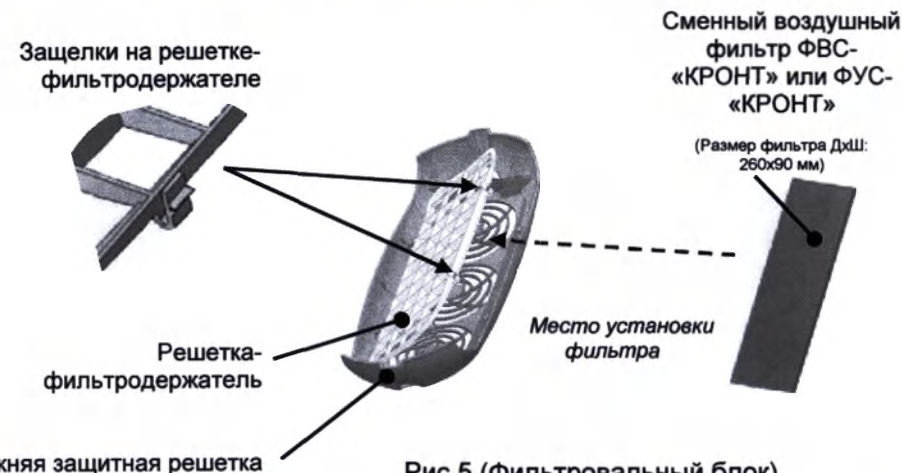

Рис.5 (Фильтровальный блок)
- Снять решетку - фильтродержатель, одновременно нажав на защелки, и извлечь использованный фильтр (рис.5).
- Установить новый фильтр, закрепив его решеткой-фильтродержателем на нижней защитной решетке (рис.5)